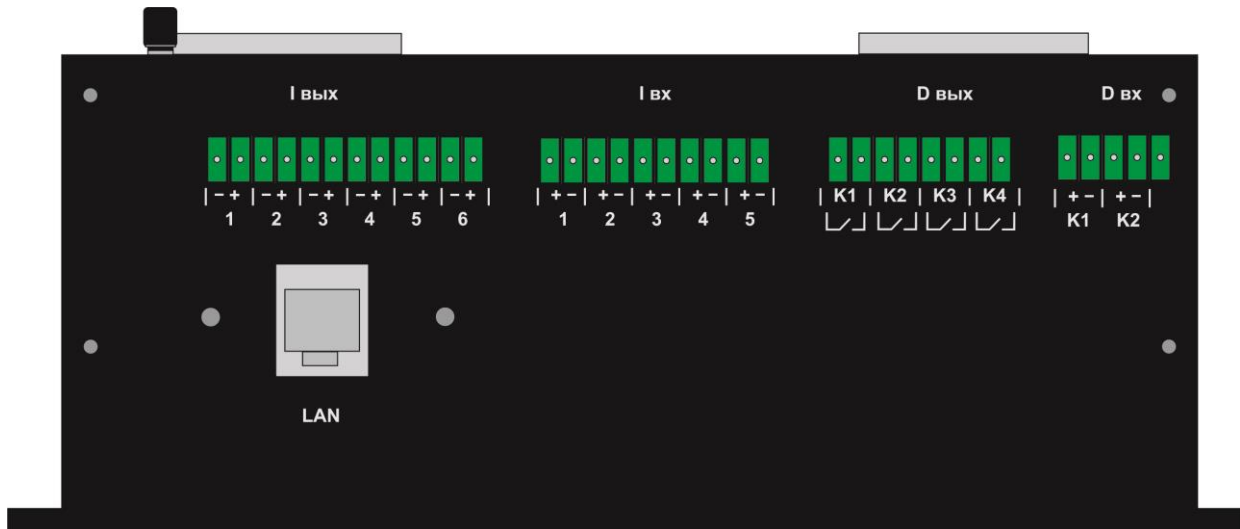

Рис.3. Расположение контактных групп аналоговых и дискретных каналов входа/выхода на нижней панели контроллера УМФ700.26-02.
2.4. Расположение контактных групп для подключения разнообразного оборудования к контроллеру УМФ700.26-02 по аналоговым и дискретным каналам входа/выхода приведено на рис.3.